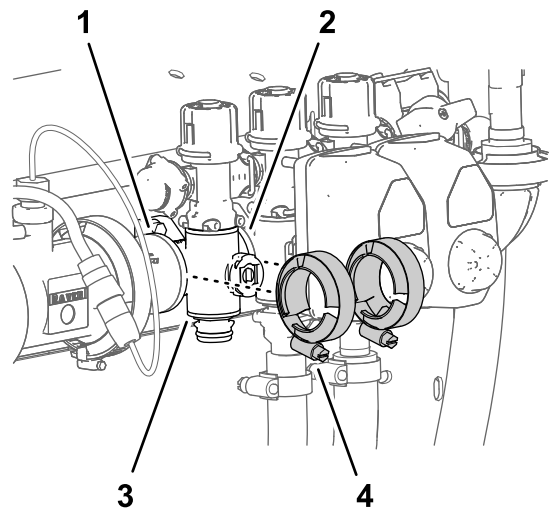

Figura 129
- Montate, senza serrare, i morsetti flangiati rimossi in Rimozione della valvola del collettore della sezione \(pagina 89\) sulle flange del collettore della valvola della sezione e sulle flange dell'altra o delle altre valvole delle sezioni e/o dell'adattatore di accoppiamento (Figura 129).
7. Serrate i 2 morsetti flangiati manualmente (Figura 129).